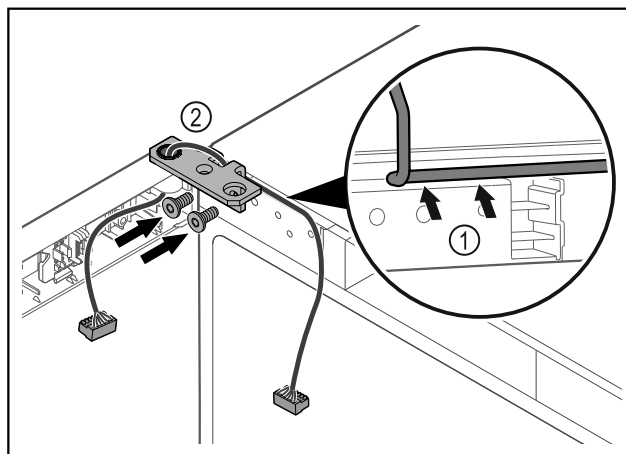

Fig. 48
- ▶ Sæt kablet gennem hængselvinklens udsparring, og træk det forsigtigt Fig. 48 (1).
- ▶ Skru hængselvinklen Fig. 48 (2) på.